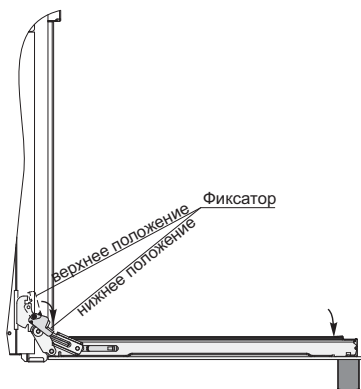

рис. 11
**Для снятия дверцы нужно (см. рис. 11,12,13):**
2. Повернуть фиксатор шарнира в крайнее нижнее положение см. рис. 11;